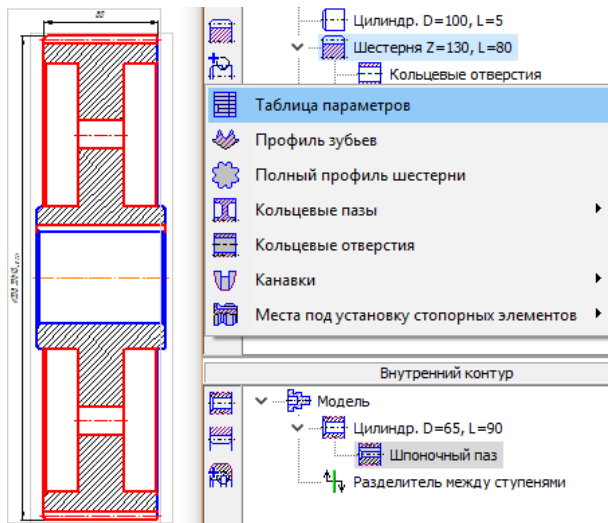

Рис.16 – Побудова таблиці параметрів зубчастого колеса
4.12. Натиснути на кнопку *Дополнительные построения* у зовнішньому контурі, вибрасмо побудову таблиці параметрів (спрощений варіант) (Рис.16).